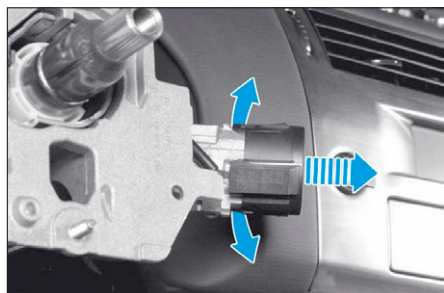

FIG. 35
- Déposer l'antenne du transpondeur en prenant soin d'écarter ses 2 languettes avant de la faire coulisser vers l'extérieur (Fig.35).